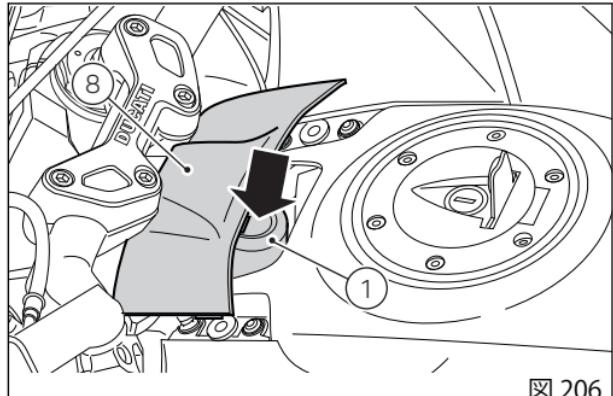
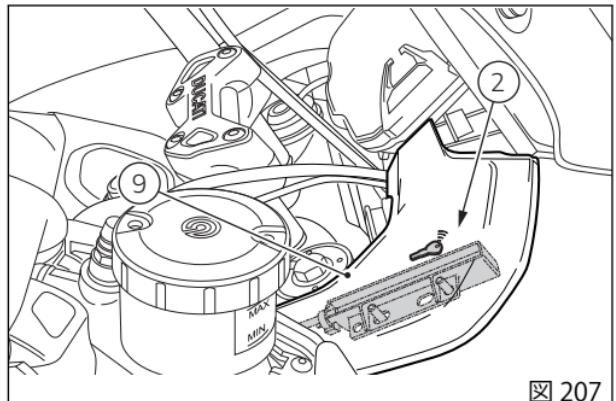
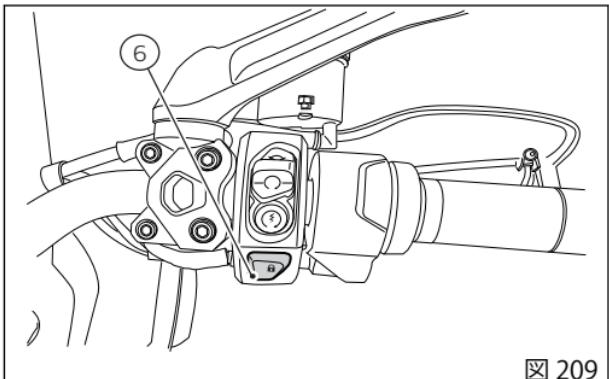

図 206
図 207
図 209
(図 206)はHands Free ブロック (1)と保護カバー(8)の位置を示し、(図 207)はダッシュボード (9) のキーマーク下のアンテナ (2) の位置を示します。
Key-OFF はキー(3)または(4)がなくても可能です。Key-OFF するには、走行速度がゼロのときにハンドルバーのボタン(6、図209)かHands Free ブロックのボタン(1、図206)を押します。走行速度がゼロでないときのKey-OFF は、Hands Free ブロックのボタン(1、図206)でのみ可能です。